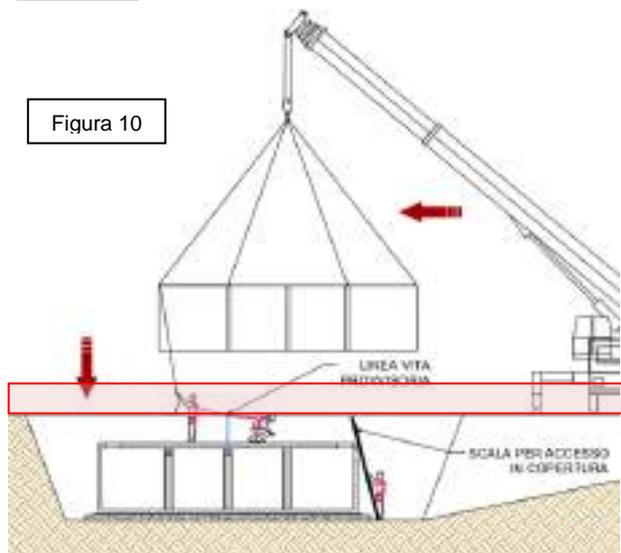

Figura 10
- Nel caso fosse necessario salire sulla copertura delle vasche (Cfr. Figura 10) per sciogliere l'imbracatura, oppure per realizzare dei collegamenti, gli addetti potranno accedere con scala a pioli tenuta saldamente alla base da altro operatore e che sporga almeno 1m dalla copertura del manufatto, e una volta in cima, installare punti di ancoraggio o idonea linea vita provvisoria fissati direttamente alla soletta.